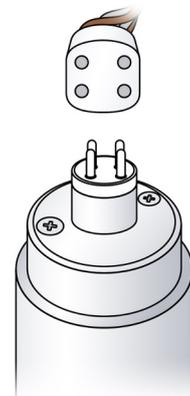

Fig. 3
- CONECTE el conector de la lámpara al extremo de la lámpara UV asegurándose de que el conector esté correctamente alineado con las clavijas. (Consulte la fig. 3 en la página anterior).